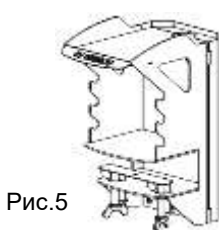

Рис.5
- на горизонтальной поверхности при помощи СТРУБЦИНЫ 2.0 с держателем инструмента, рис.5;